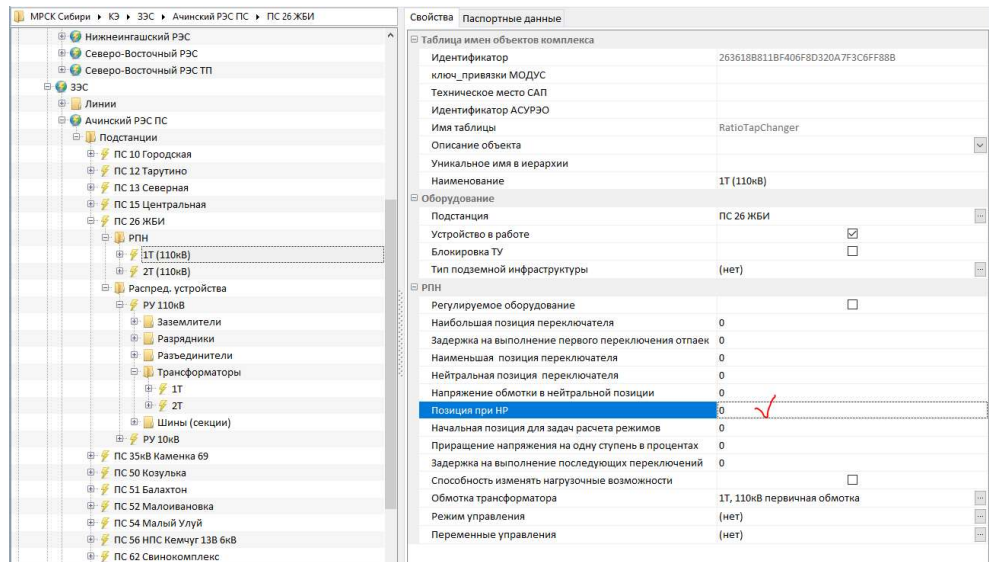

Рисунок 3.10 – Задание положения отпайки РПН
- Задать положение отпайки РПН (ПБВ) трансформаторов (Рисунок 3.10). Если есть ТИ положения РПН, то нужно также его привязать согласно «Инструкции по привязке ТМ»